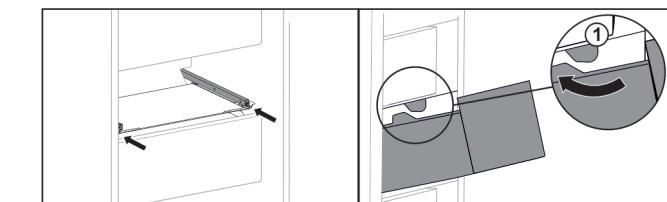

Fig. 45
- Обведите выдвижной ящик вокруг стопора *Fig. 45 (1).*